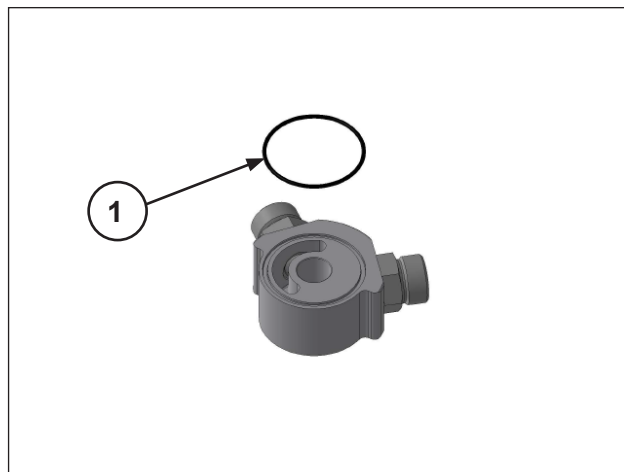

Fig. 129
Inserire l'O-ring nella sede dell'adattatore scambiatore aria olio (pos. ①, Fig. 129) verificandone il corretto posizionamento.